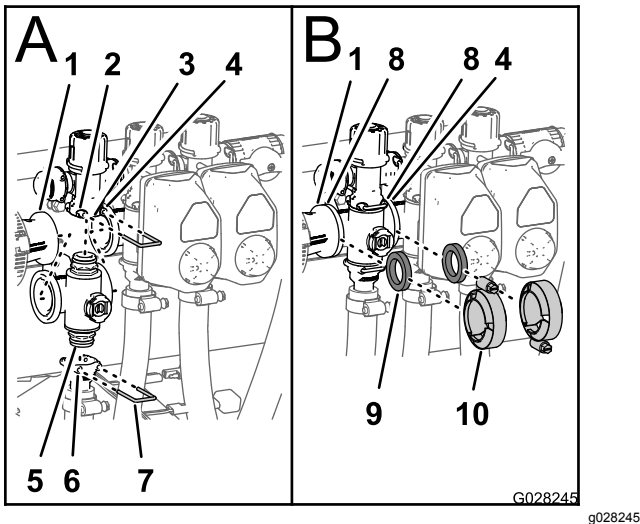

Figure 104
1. Insérez le raccord d'embout supérieur de la soupape du collecteur dans le raccord de dérivation (A de Figure 104).
2. Fixez le raccord d'embout au raccord de dérivation en insérant un étrier de fixation dans la douille du raccord de dérivation (A de Figure 104).
3. Montez le raccord de sortie sur le raccord d'embout inférieur de la soupape de collecteur (A de Figure 104).
4. Fixez le raccord d'embout au raccord de sortie en insérant un étrier de fixation dans la douille du raccord de sortie (A de Figure 104).
5. Placez joint entre les brides de l'accouplement réducteur et du collecteur de vanne de section (B de Figure 104).
6. Montez l'accouplement réducteur, le joint et le collecteur de vanne de section avec un collier serré à la main (B de Figure 104).
7. Si vous montez les 2 vannes de section à l'extrême gauche, placez un joint entre les brides des 2 collecteurs de vanne de section adjacentes (B de Figure 104).
8. Montez les 2 collecteurs de vanne de section adjacentes et le joint avec un collier serré à la main (B de Figure 104).